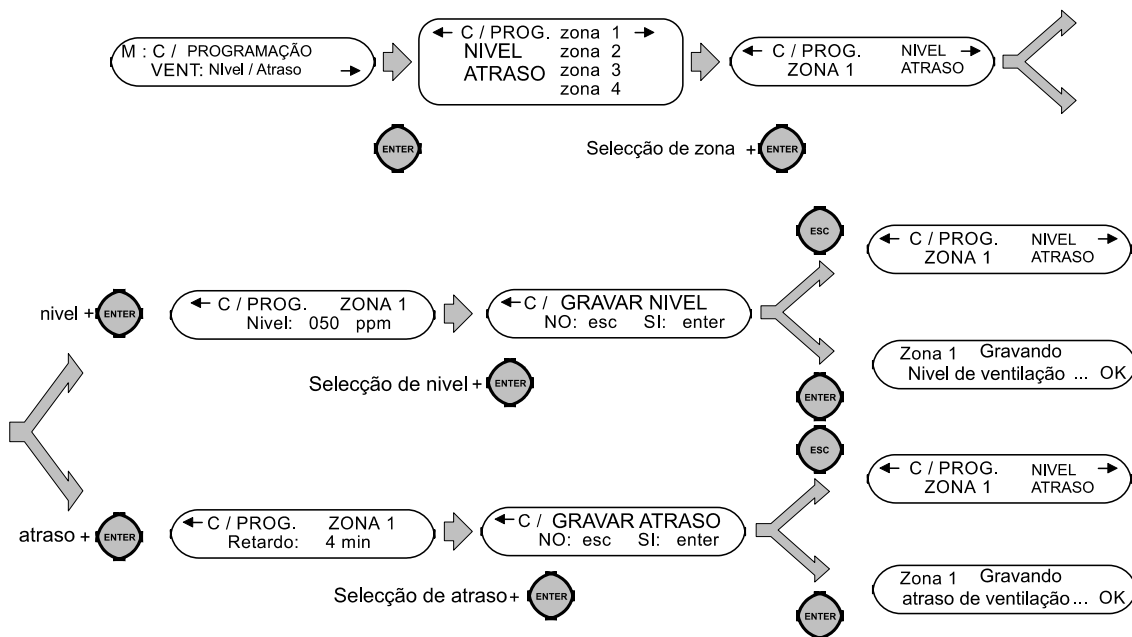

Figura 3. Ecrã Programação de Ventilação.
- * **Programação de Ventilação** (Nível e Atraso, ver figura 3).